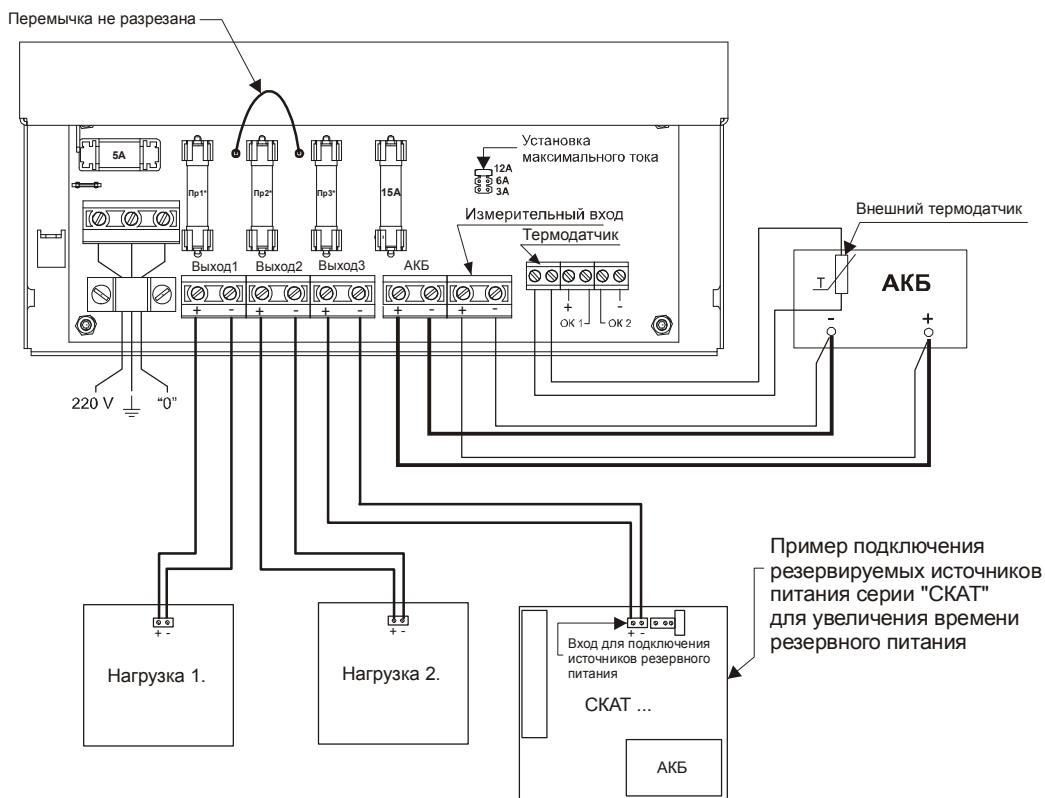

Рис.3
Произведите подключение соединительных линий, к клеммам источника руководства схемой подключения источника (рис.3) в следующей последовательности:
- ♦ Проверьте правильность произведенного монтажа в соответствии со схемами подключений (рис.3, 4 , 5 и 6).